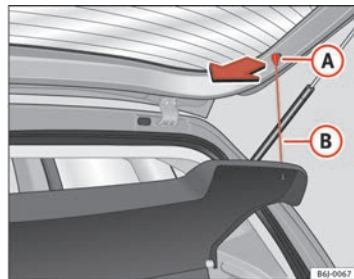

Fig. 85 Pianale portaoggetti
- Sganciare i tiranti ⇒ **fig. 85** **(B)** dagli alloggiamenti **(A)**